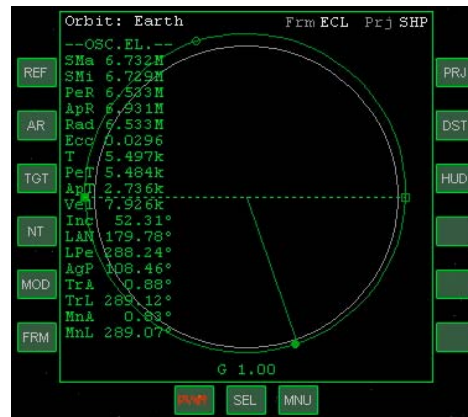

Figure 11
- Vous êtes maintenant presque en orbite.(voir fig.11). Tout ce qu'il vous reste à faire, c'est d'élever le périégée (*periapsis = le point le plus bas de l'orbite*) à une altitude suffisante. La meilleure position pour cela est d'être sur le point d'apogée, après avoir fait une demi orbite (ou environ 45 minutes) à partir de votre position actuelle. Il est temps de passer en vue externe et de profiter pleinement de la vue !